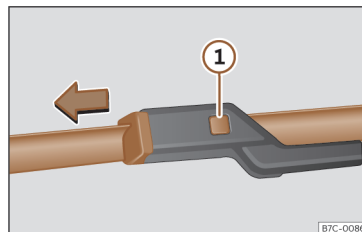

Fig. 46 Cambio de las escobillas del limpiaparabrisas.
- Mantenga presionada la tecla de desbloqueo»»» fig. 46 ① tirando ligeramente de la escobilla en el sentido de la flecha.